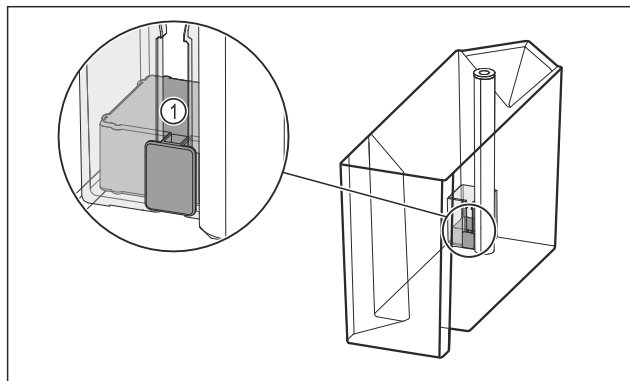

Fig. 100
- ▶ Sprawdzić, czy pływak Fig. 100 (1) nie jest zablokowany.